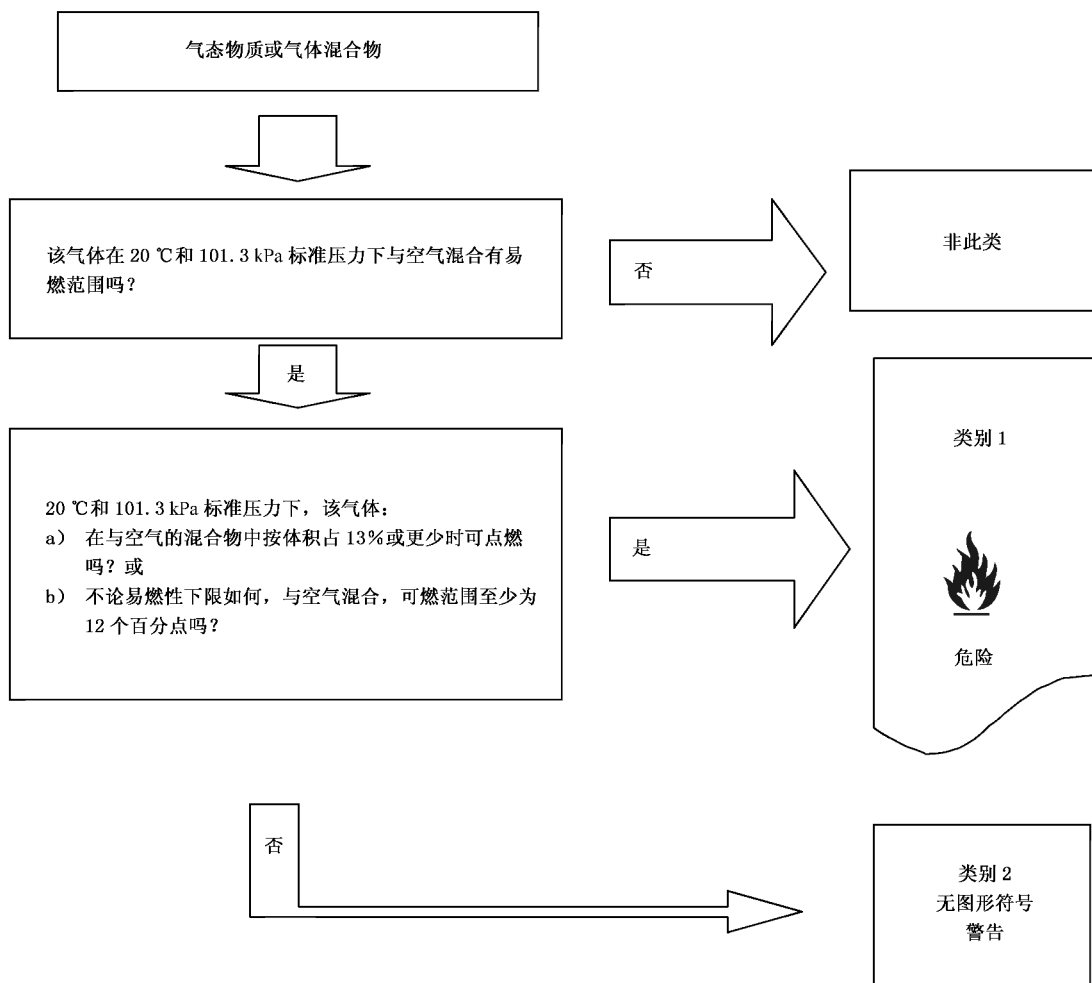

图 A.1 易燃气体的判定逻辑
A.1.1 对易燃气体进行分类需要气体易燃性数据。分类应根据图 A.1 判定逻辑进行。